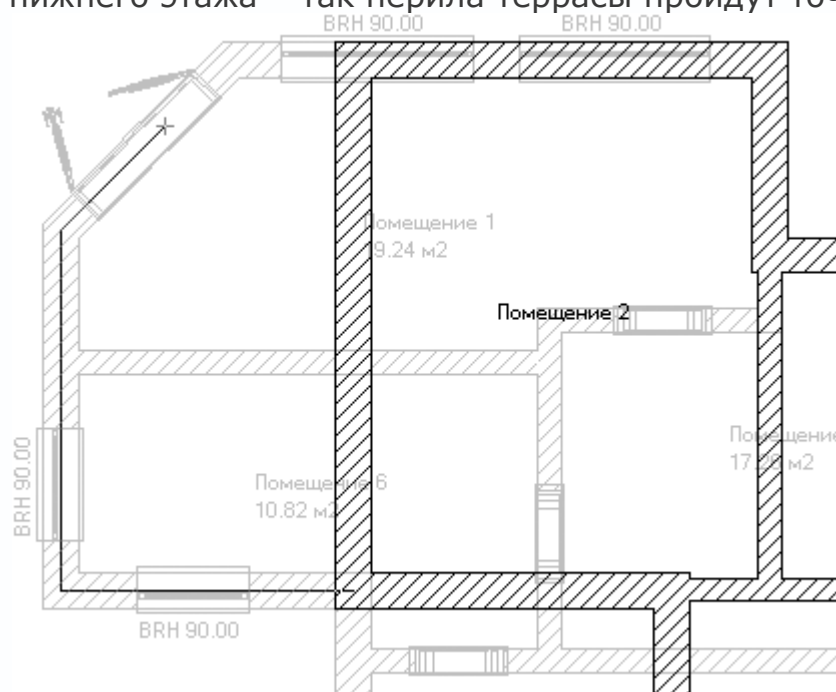

Рис. 1.75. Задание направляющей для перил
2. Последовательно щелкая кнопкой мыши, укажите вершины линии, вдоль которой будут проложены перила (рис. 1.75). При этом следует привязываться к точкам пересечения стен нижнего этажа – так перила террасы пройдут точно по контуру его стен.